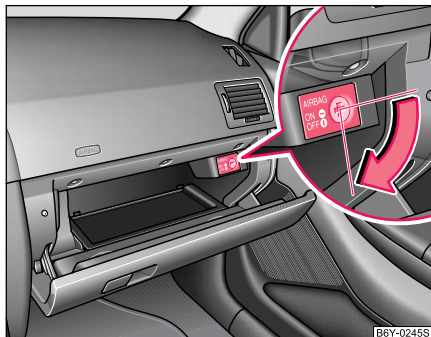

Abb. 105 Ablagefach:
- Drehen Sie mit dem Zündschlüssel den Schlitz des Airbag-Schalters in Pfeilrichtung in die Position **OFF** ⇒ Abb. 105. Der Schlitz des Airbag-Schalters muss in senkrechter Position stehen.
- Drehen Sie mit dem Zündschlüssel den Schlitz des Airbag-Schalters entgegen der Pfeilrichtung in die Position **ON** ⇒ Abb. 105. Der Schlitz des Airbag-Schalters muss in die waagerechte Position stehen.